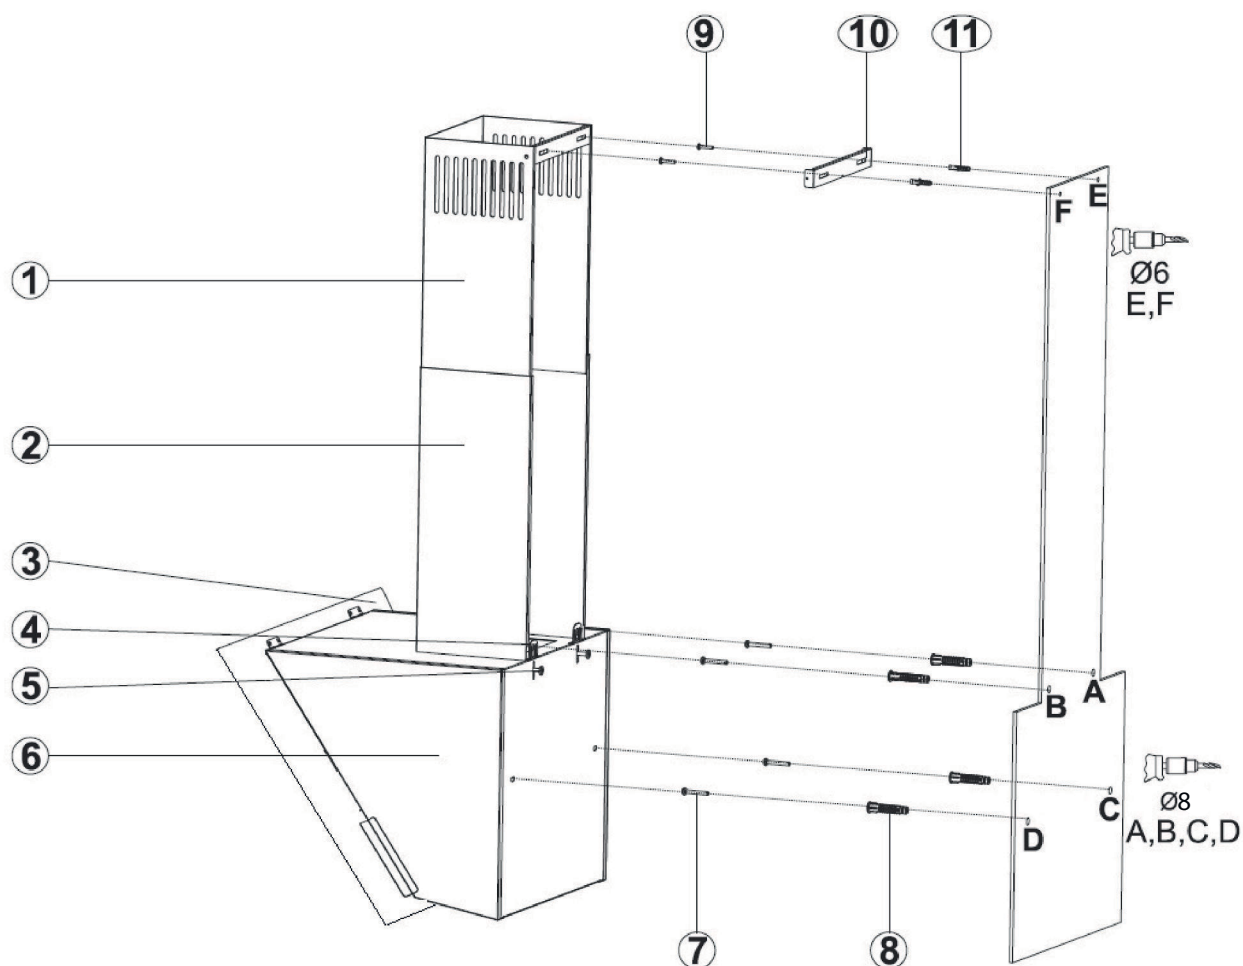

Fig. 10
1. ➤ Løsn skruen (4) til ophængningsbeslaget (5) og træk ophængningsbeslaget (5) op. Stram derefter skruen for at fastgøre beslaget (Fig. 10).
2. ➤ Montere emhætten ved brug af monteringsskabelon. Hold monteringsskabelonen op ad vægen og tag de anbefalede installations højder i betragtning. Bor huller i punkterne A, B, C & D (Fig. 10).
3. ➤ Placer Ø 10 mm rawlplugs (8) i borede A, B, C og D punkter, og skru skrueerne til A + B-punkter med 5 mm mellemrum mellem skruehoved og væggen (Fig. 10).
1. ➤ Vægbeslaget til skorstenen (10) holdes hen mod væggen der hvor den skal placeres. Herefter markeres punkterne E & F (Fig. 10).
2. ➤ Bor punkter E og F med Ø 6 mm bor, og sæt Ø 6 mm rawl-plugs. Monter vægbeslaget til skorstenen med 3,9x22 skrue (Fig. 10).